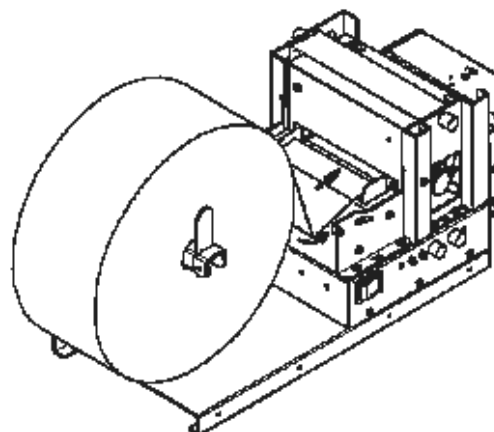

图 4-6 卧式结构
- ◇ 注意：如图4-6所示：如果选用卧式打印机，请把逼纸轴上抬，让纸头从逼纸轴下面穿过。